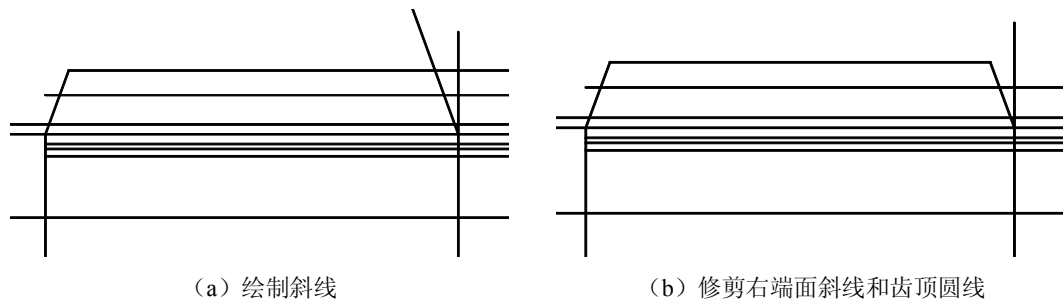

图 11-21 绘制蜗杆斜线
(1) 使用直线工具，采用极轴追踪方式绘制斜线，如图 11-21 (a) 所示。
(2) 修剪蜗杆右端面斜线和齿顶圆线。使用圆角工具可以将相交的两段直线均修剪，结果如图 11-21 (b) 所示。